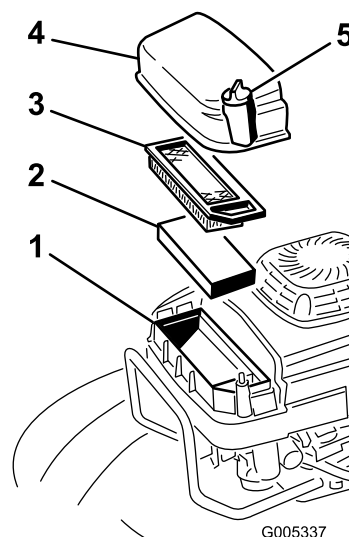

Figura 29
2. Retire el tornillo que fija la tapa del filtro de aire (Figura 29).
3. Retire la tapa y límpiela a fondo (Figura 29).
4. Retire e inspeccione el filtro de aire de papel (Figura 29), y deséchelo si está excesivamente sucio.